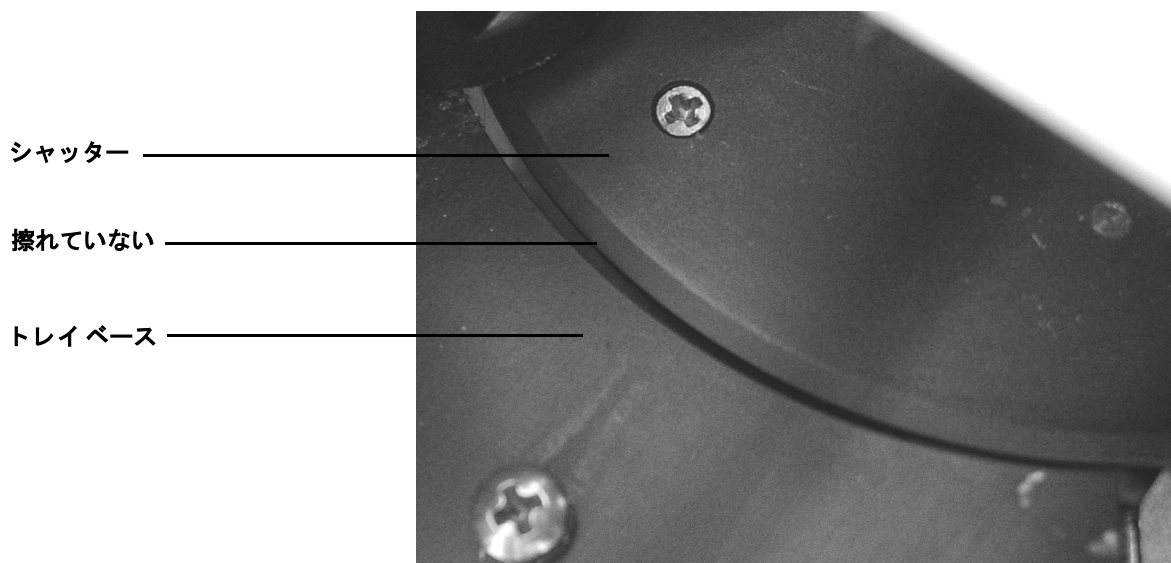

図 22 シャッターの調整
- 1 シャッターがトレイベースの縁に触れていないか、目視で点検します。図 22 を参照してください。